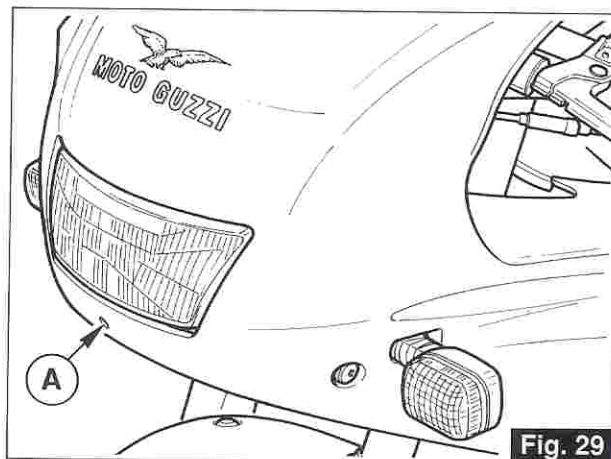

Fig. 29
5.8 REGOLAZIONE FASCIO LUMINOSO DEL FARO ANTERIORE (fig. 29)
5.8 ADJUSTING THE HEADLIGHT BEAM (fig. 29)